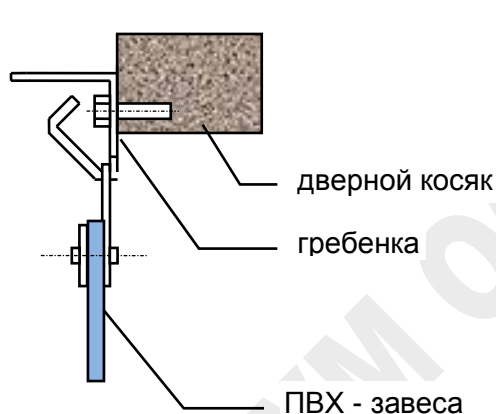
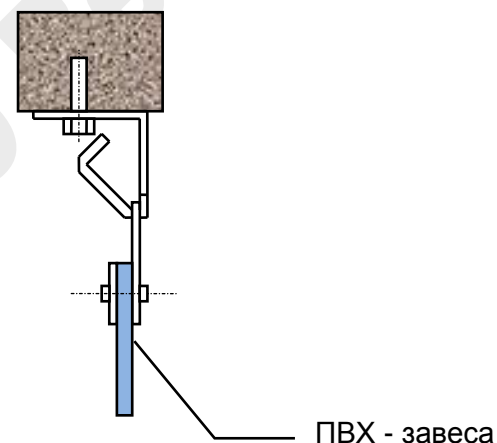

рис. 1
рис. 2
1.2 Гребенка крепится с помощью саморезов \varnothing 5..6 мм (металлический или деревянный дверной косяк) или дюбелей (бетонный дверной косяк) согласно *рис. 1*, сбоку или снизу (*рис.2*) исходя из условий эксплуатации и удобства монтажа.